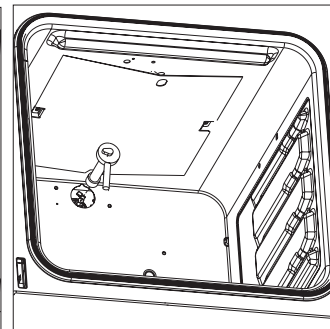

Figure 33
- Enlevez l'injecteur situé à la partie arrière supérieure du four, et remplacez-le par l'injecteur livré avec l'appareil pour utilisation avec un type de gaz approprié (Figure 33, Tableau 5).